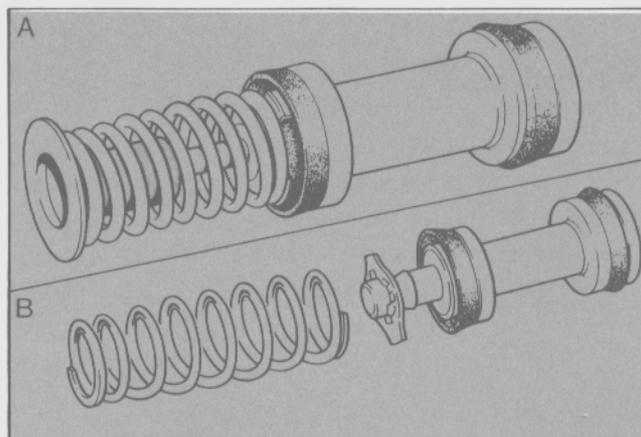

Fig. 47 - A. Pistón primario. B. Pistón secundario.
- No intentar desarmar el pistón primario. El conjunto viene ajustado de fábrica y no debe desarmarse. Si se encontrara alguna falla en el mismo, reemplazar el conjunto (juego de reparación) (Fig. 47).